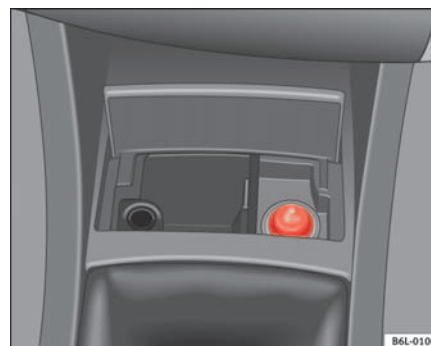

Fig. 82 Encendedor
- Presione el encendedor ⇒ fig. 82 para activarlo ⇒ **⚠**.